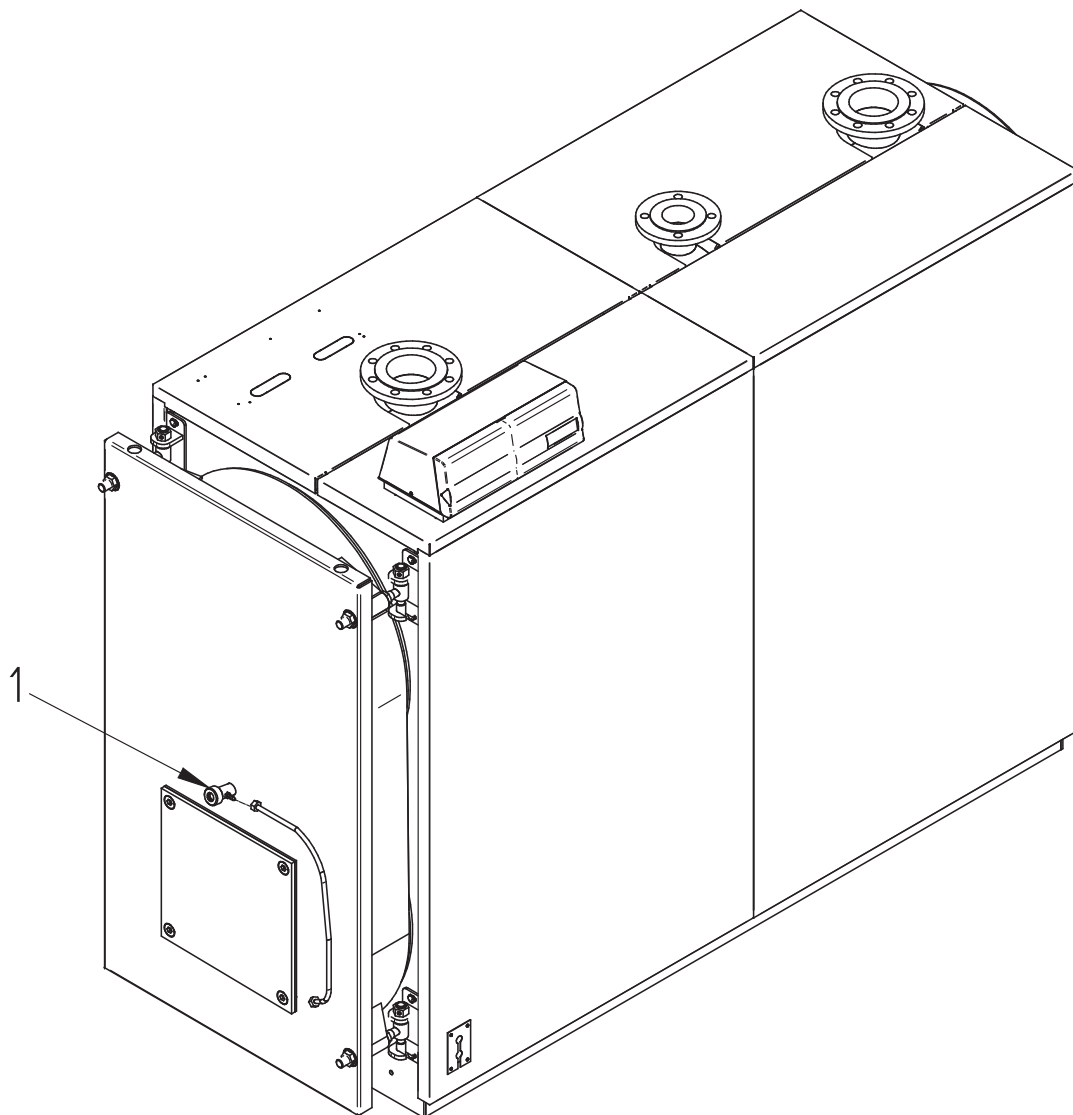

fig. 10
5.8 Raccordement viseur contrôle flamme (Fig. 10)